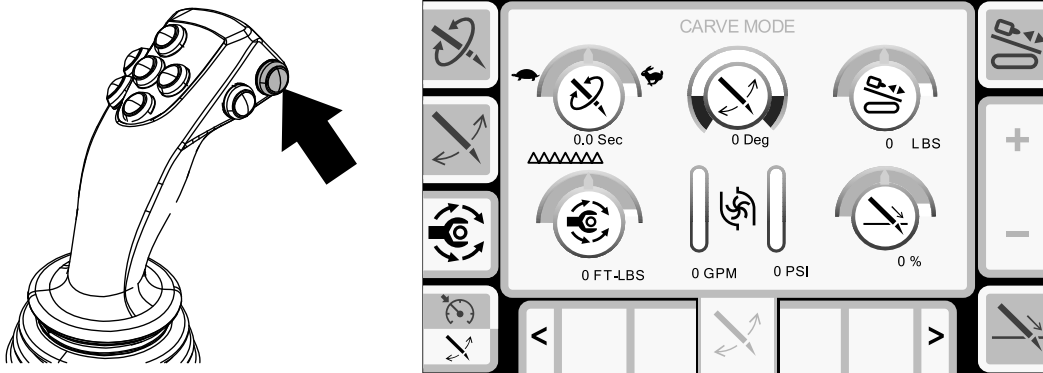

Figure 12
Appuyez sur le bouton de découpe du levier de commande (Figure 12) ou sur le bouton 4 de l'écran d'accueil pour accéder à l'écran de découpe.
6. Appuyez sur le bouton découpe sur le levier de commande (Figure 12).